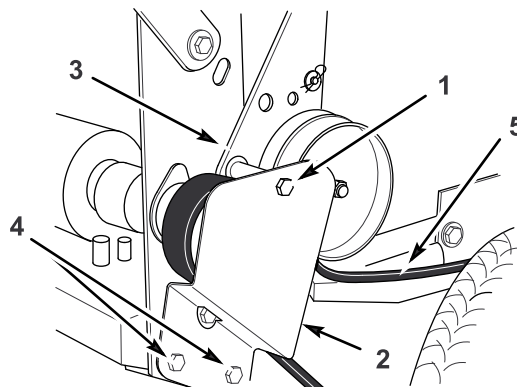

Bild 42
- Entfernen Sie die obere Schraube, mit der der Spannscheibenträger und die Spannscheibenhalterung am hinteren Rahmen befestigt ist (Bild 42).
- Lockern Sie die beiden unteren Befestigungsschrauben so weit, dass der Riemen zwischen der Antriebsscheibe und dem Spannscheibenträger durchgeht (Bild 42).
- Setzen Sie die obere Schraube ein, mit der der Spannscheibenträger am hinteren Rahmen befestigt ist (Bild 42).
Antriebsscheibe und dem Spannscheibenträger durchgeht (Bild 42).